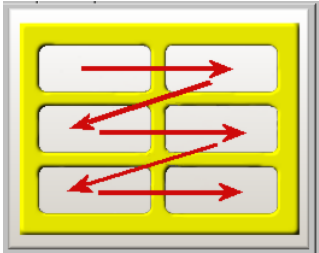
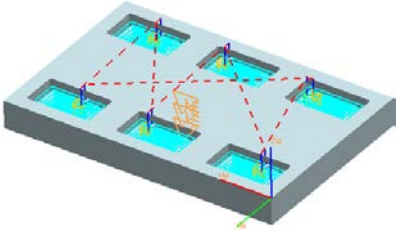

图 4.2.19 效果图
图 4.2.20 示例图
- **标准**：根据切削区域的创建顺序来确定各切削区域的加工顺序，如图 4.2.19 所示。读者可打开 D:\ugnx7.9\work\ch04\ch04.02\CAVITY_MILL01.prt，来观察相应的模型，如图 4.2.20 所示。